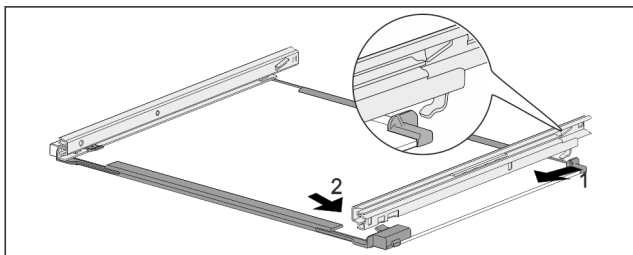

Fig. 266 Glasplatte mit Schienen
- ▶ Schiene hinten einhaken. Fig. 266 (1)
- ▶ Schiene vorne einrasten. Fig. 266 (2)